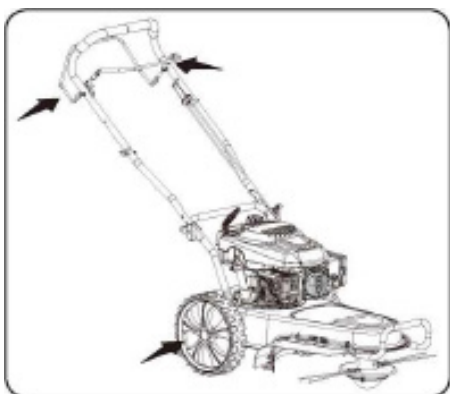

Abbildung 6.1
1. Schmieren Sie die Drehpunkte des Bedienhebels mindestens einmal pro Saison mit Öl. Der Hebel sollte sich frei nach vorne und hinten bewegen lassen. Siehe Abbildung 6-1.
2. Schmieren Sie die Räder mindestens einmal pro Saison mit Schmieröl (oder Motoröl). Wenn die Räder aus irgendeinem Grund entfernt werden, schmieren Sie die Oberfläche der Achsbolzen und die Innenseite der Räder mit Schmieröl. Siehe Abbildung 6-1.